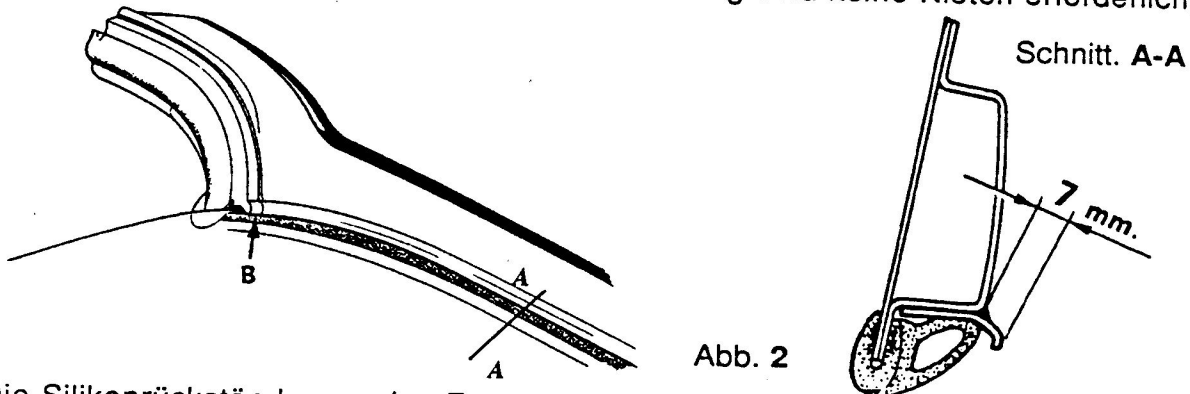

Abb. 2
- Die neue Regenleiste aufmontieren oder die alte Regenleiste, falls sie noch in gutem Zustand ist, verkürzen. Wichtig ist es, daß die Regenleiste in bezug auf das Querstück der Windschutzscheibe gerade eingebaut wird (B Abb. 2).
- Man beginnt mit der Montage der neuen Dichtung im vorderen Teil, wobei zuerst die Seiten befestigt werden müssen; hierbei darauf achten, daß das Profil B, Abb. 2 perfekt mit der Regenleiste übereinstimmt.
- Das Profil der neuen Dichtung wird dann am Punkt B Abb. 2 unter Einsatz von Zyanakrylleim (Loctite 518) an die Regenleiste leimen.